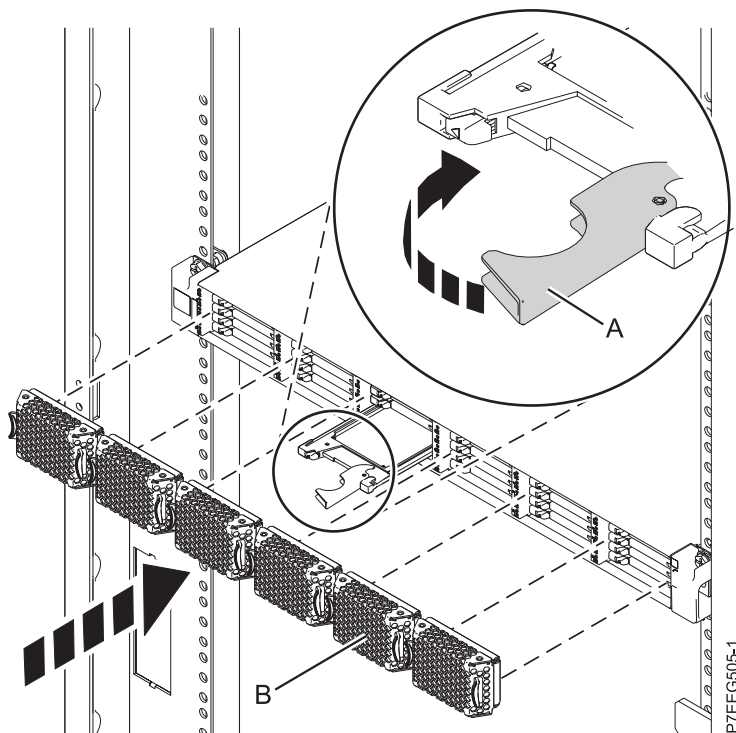

Figura 55. Substitució d'una unitat d'estat sòlid a Allotjament d'emmagatzematge EDR1 PCIe.
3. Feu girar la nansa (A) fins a la posició de bloqueig, tal com es mostra a Figura 55 a la pàgina 86.
4. Instal·leu la tapa bisellada (B).